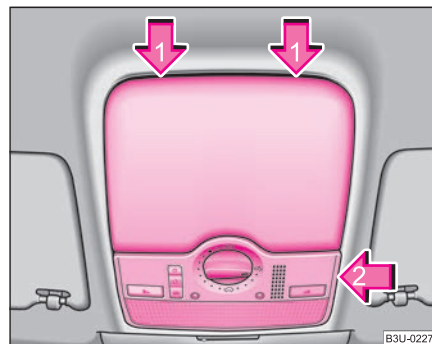

Fig. 207 Lampa interioară din față la autovehiculele cu trapă/plafon glisant electric
- Introduceți o șurubelniță mică în partea din spate a capacului care acoperă mecanismul de acționare a plafonului glisant - săgeata 1- ⇒ pagina 264, fig. 207.